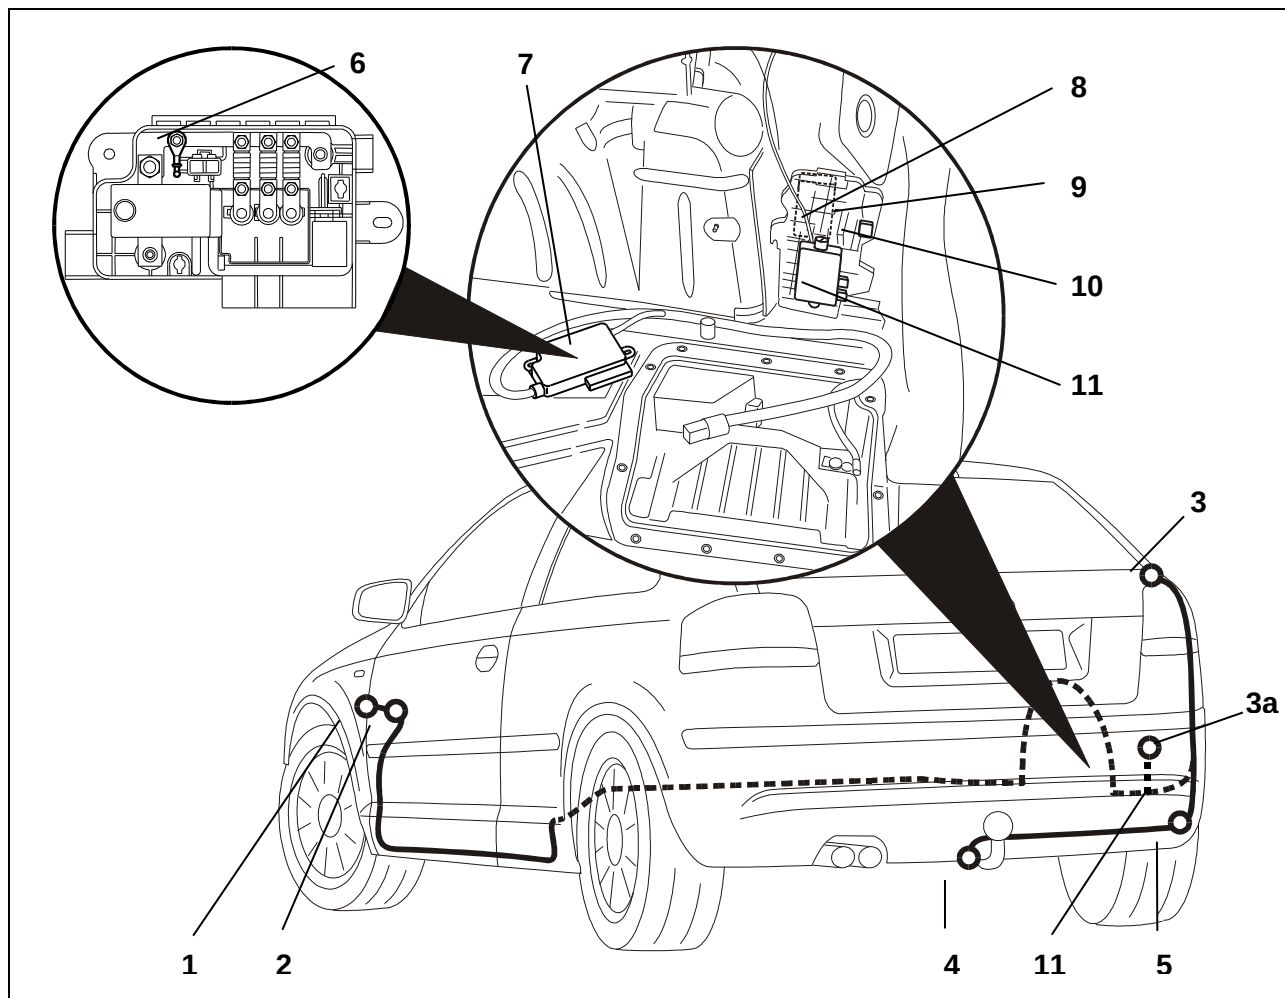

Fig. 1: Översiktsbild över installation
3. Ta bort täckplugg 40 mm i golvet under höger bakljus (fig. 1/5).
4. Dra kablage med 16-poliga och 3-poliga kontakter utifrån, genom kabelgenomföringen till hållaren (fig. 1/9).
5. Montera gummibussningen i kabelgenomföringen (fig. 1/5).
6. Dra kablar med kontakt till kontaktplåten (fig. 1/4).
9. Skruva fast kontakten med bifogade skruvar på kontaktplåten (fig. 1/4).
10. Sätt i anslutningsdon för släp (fig. 1/11) nertill på framsidan av hållaren (fig. 1/9).